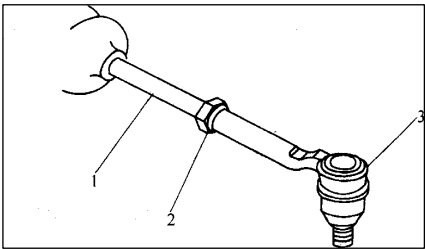

图 5.1-8 前轮前束的调整
- (1) 拆卸转向横拉杆上的小密封夹。
- (2) 将转向盘调整到正前位置。
- (3) 如图 5.1-8 所示，松开拉杆上的六角螺，旋转转向横拉杆轴以得到合适的前束角。